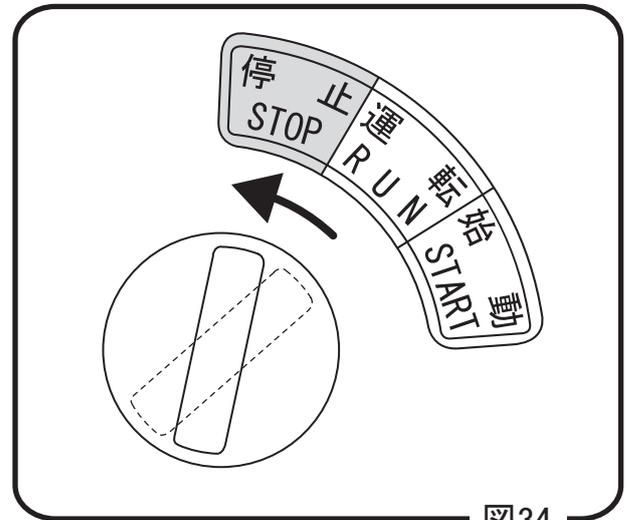

図34
- 2 スロットルレバーを戻してエンジン回転数を下げ、2～3分程エンジンを回してエンジンの温度が下がってから、キー（キースイッチ）を停止にしてください。ストップスイッチを使って緊急停止させた場合も、必ずキー（キースイッチ）を停止にしてください。（図34）